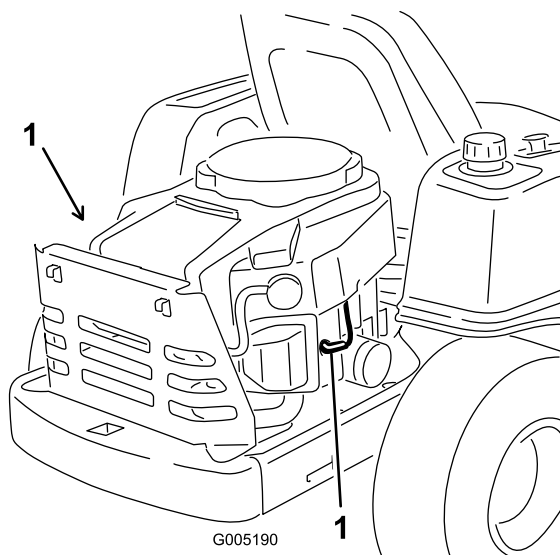

Figure 29
Débranchez les fils de la (des) bougie(s) (Figure 29).
3. Reconnectez le fil à la bougie (Figure 29).